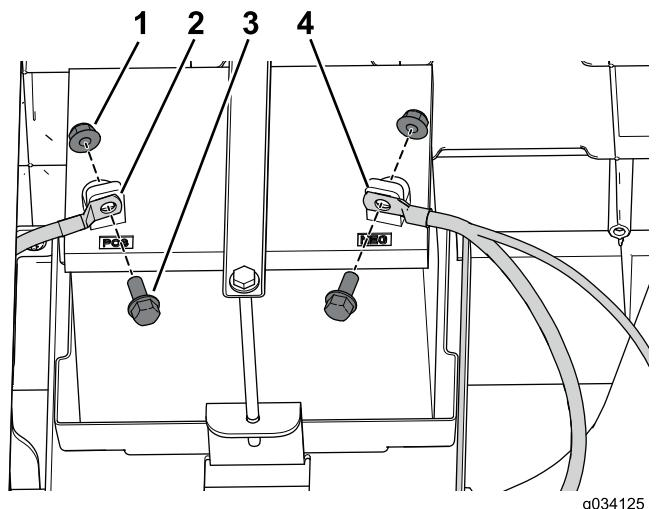

图10
- 如图10 所示先后从电池上断开负极 (-) 接线和正极 (+) 接线。